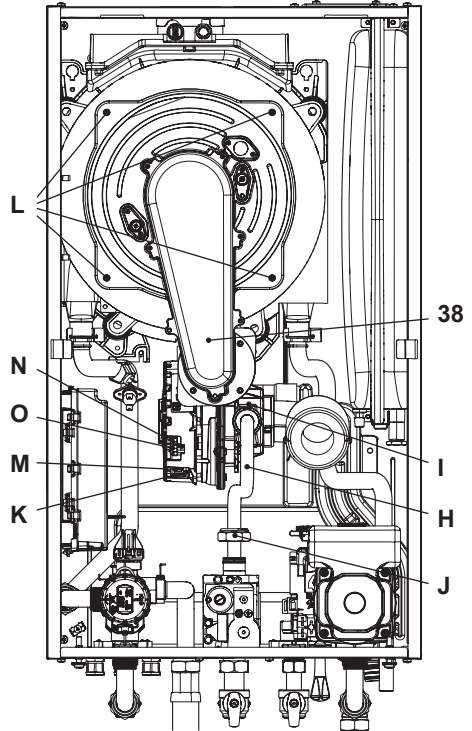

Figura 9.11
Rimozione del gruppo bruciatore ventilatore 38 in Figura 9.11.
il connettore **M** tirandolo frontalmente (Figura 9.11).
- Scollegare il connettore del ventilatore **N** premendo il gancio in plastica **O** posizionato nella parte sottostante del connettore (Figura 9.11).
- Svitare i dadi **L** e rimuovere il gruppo bruciatore ventilatore 38 (Figura 9.11)